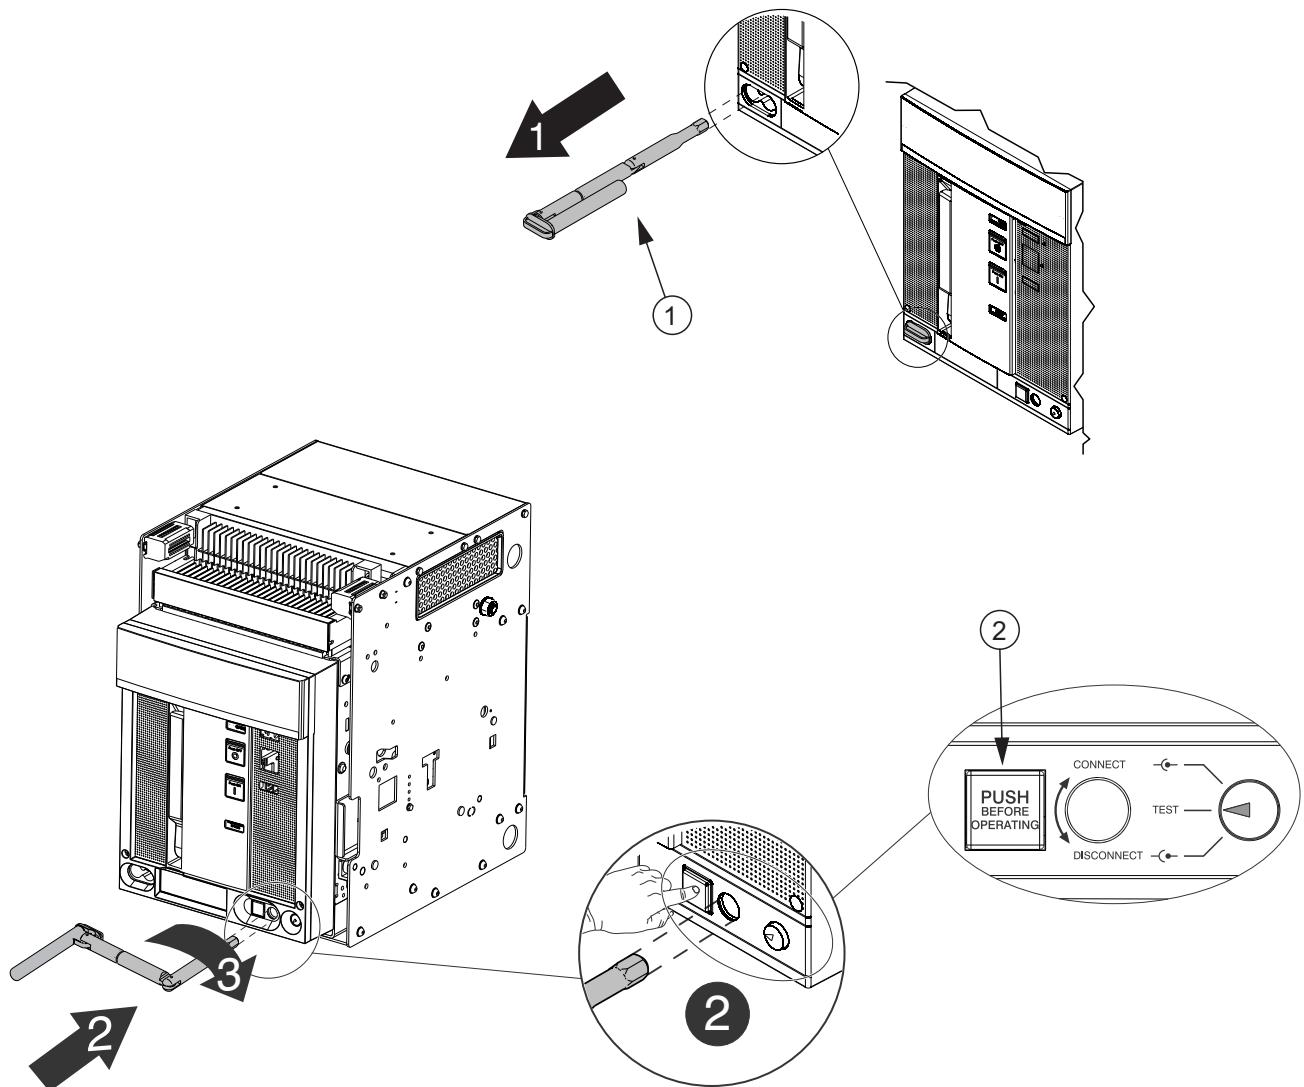

Fig. 13
Sbloccare la manovra premendo la levetta/pulsante di sblocco (2). Inserire la manovella (1) nel relativo innesto (fig. 13). Procedere quindi alla rotazione della manovella fino allo scatto automatico in blocco, coincidente con il ritorno nella posizione di riposo della levetta/pulsante (2). L'interruttore è in posizione di «test isolated» e può essere manovrato sia manualmente che elettricamente.
Unlock the operating mechanism by pressing the unlocking lever/push-button (2). Insert the handle (1) into its seat (fig. 13). Now turn the handle to the automatic locking position, at which the lever/push-button (2) will return to its inoperative position. The circuit-breaker is in the «test isolated» position and can be operated both electrically and in the manual mode.
Die Schaltung freigeben, indem man den Hebel/die Taste zur Entriegelung (2). Die Handkurbel (1) in die entsprechende Aufnahme (Abb. 13) stecken. Dann die Drehung der Handkurbel bis zur automatischen Einrastung in der Verriegelung vornehmen, die mit der Rückkehr des Hebels/der Taste (2) in die Ruhestellung übereinstimmt. Der Leistungsschalter befindet sich in der Position «test isolated» und kann sowohl von Hand als auch elektrisch geschaltet werden.
Débloquer la manœuvre en appuyant sur le levier/bouton-poussoir de déblocage (2). Introduire la manivelle (1) dans son accouplement (fig. 13). Puis tourner la manivelle jusqu'au premier cran automatique de blocage, qui coïncide avec le retour levier/bouton-poussoir (2) dans la position de repos. Le disjoncteur est dans la position de «test isolated» et il peut être manœuvré aussi bien manuellement qu'électriquement.
Desbloquear la manivela presionando la palanca/pulsador de desbloqueo (2). Inserir la manivela (1) en el correspondiente acoplamiento (fig. 13). Efectuar la rotación de la manivela hasta el primer disparo automático en bloqueo, coincidente con el retorno en la posición de reposo de la palanca/pulsador (2). El interruptor está en posición de «test isolated» y puede ser maniobrado manual o eléctricamente.